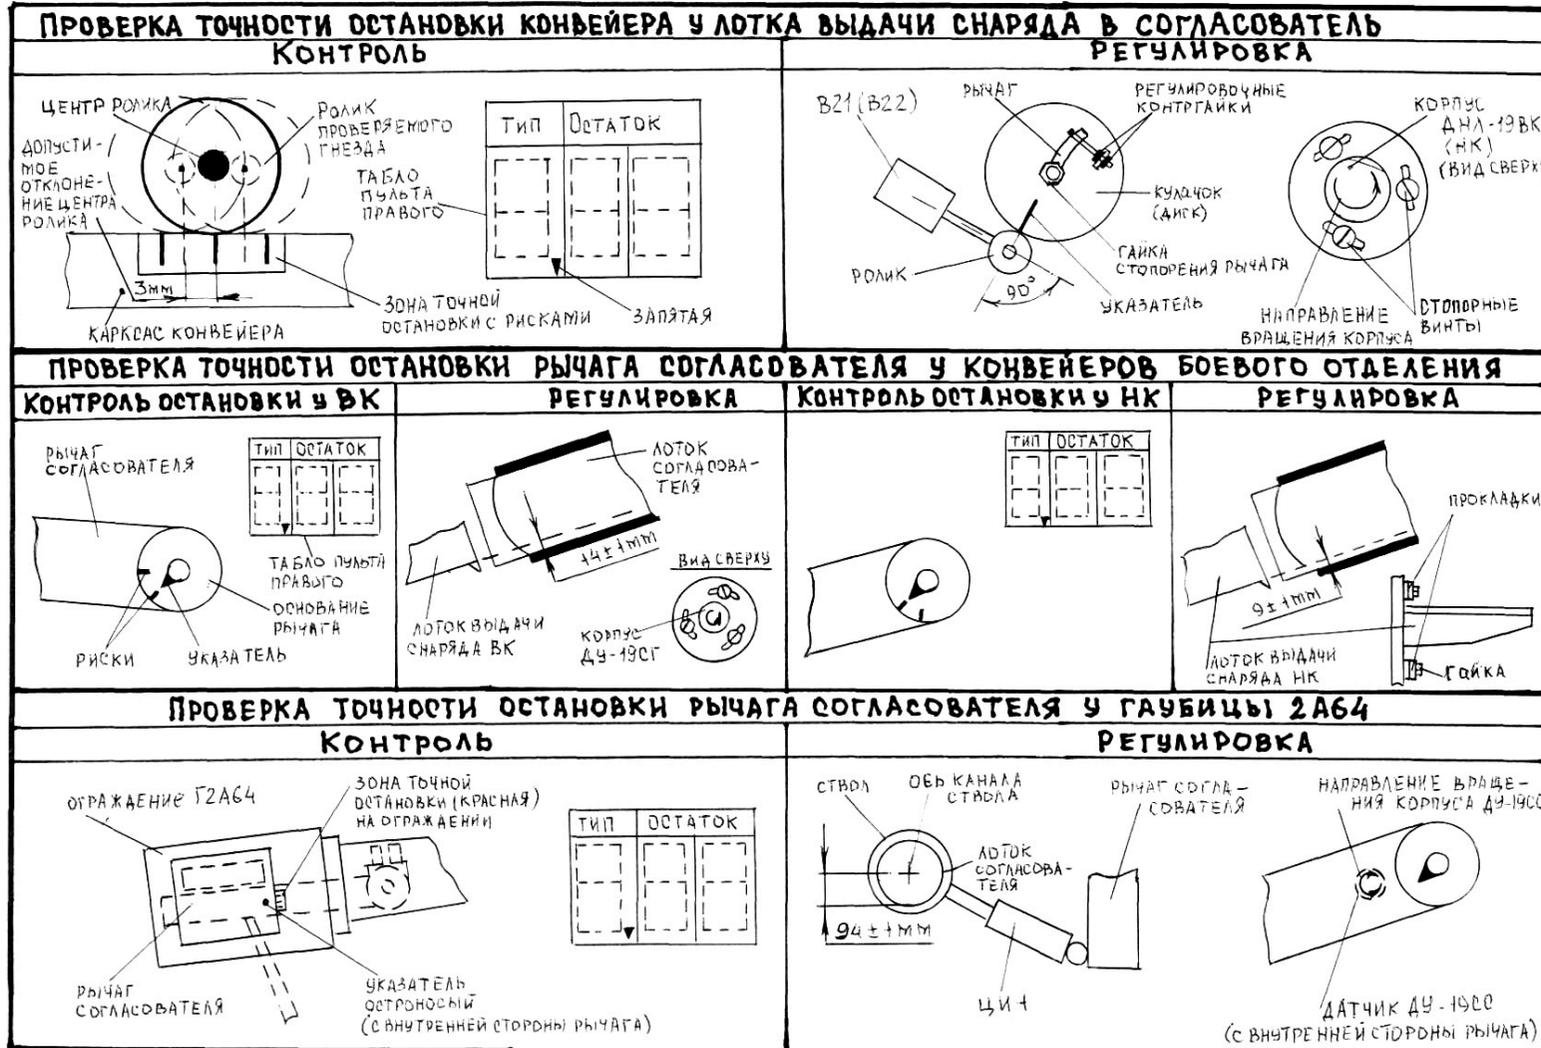

Рис. 10.10. Проверка работы конвейеров и согласователя СГ 2С19
Проверка поворота и точности остановки конвейеров (рис. 10.10):
4. Проверка точности выхода согласователя к конвейерам и к гаубице (рис. 10.10):